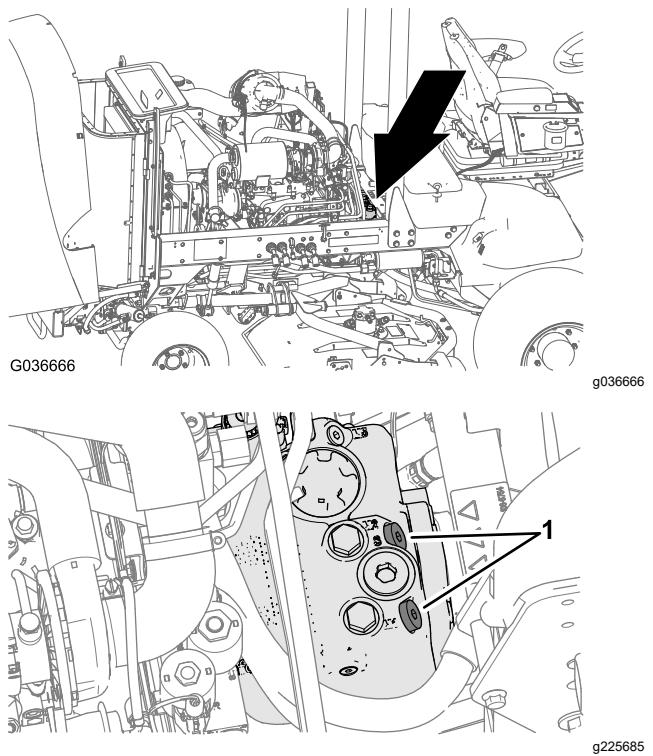

Figure 28
1. Ouvrez le capot et localisez les vannes de dérivation (Figure 28) au sommet de la pompe, derrière la batterie et les bacs de rangements.